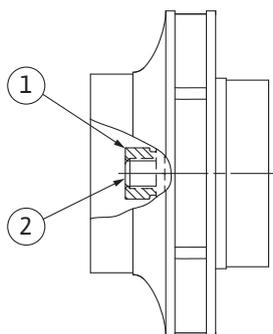

Fig. 107: Posición correcta de la tuerca del rodete tras el montaje
8. Sujete el eje con una llave de boca fija (ancho de boca de 22 mm) y apriete la tuerca del rodete con el par de apriete prescrito (véase la tabla «Par de apriete» [► 30]). La tuerca (Fig. 107, Pos. 1) debe quedar enrasada con el extremo del eje (Fig. 107, Pos. 2) con un margen de tolerancia de aprox. $\pm 0,5$ mm. Si no es así, afloje la tuerca y repita los pasos 4 ... 8.